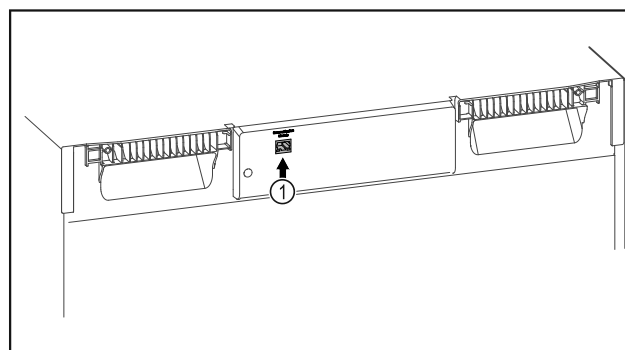

Fig. 130
- ☐ SmartModule Fig. 130 (1) ist eingesetzt.